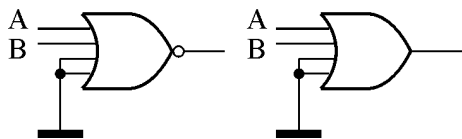

Figura 4.10. Pentru porțile SAU-NU, SAU, intrările nefolosite se conectează la masă sau U_L .
- b. La circuitele SAU, respectiv SAU-NU polarizarea se realizează prin legare directă la masă (figura 4.10).